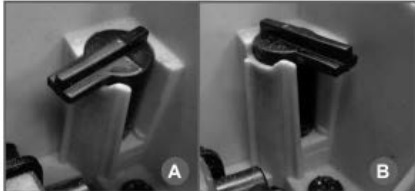

Рис. 10 Положение заглушки «зима-лето»
*Если бензопила оснащена заглушкой «зима-лето» для обогрева воздушного фильтра и карбюратора в холодное время года, при температуре ниже 0°C рекомендуется установить заглушку в положение «зима» (Рис. 10В). При температуре выше 0°C необходимо установить заглушку в положение «лето» (Рис. 10А). Для наглядности на Рис. 10 воздушный фильтр снят.*